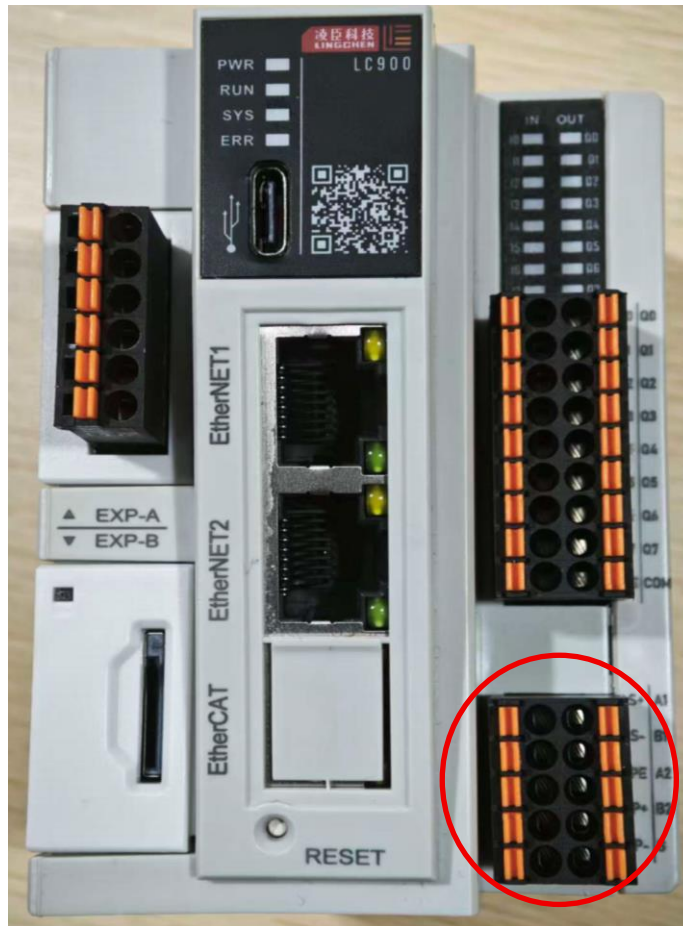

图4 RS485\*2
- RS485与RS232接口如图4所示:
■ RS485与RS232引脚定义如图4所示：